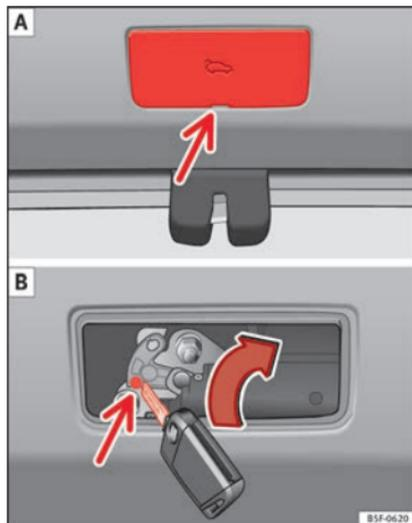

Fig. 197 Detalle del maletero: acceso al desbloqueo de emergencia.
- Retire la tapa por la ranura con ayuda de un destornillador » » » **fig. 197 A.**
- Introduzca la llave en el orificio previsto y gírela en el sentido de la flecha hasta liberar el pestillo » » » **fig. 197 B.**